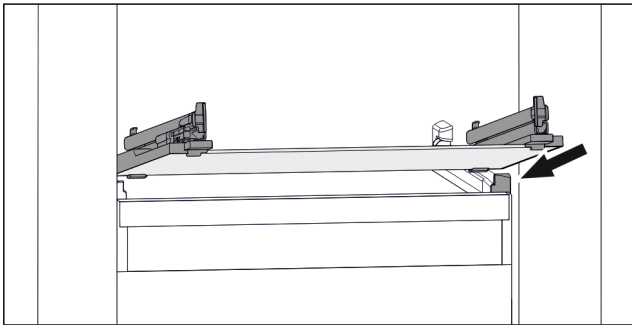

Fig. 122 Cam plakanın örnek gösterimi
- Cam plakayı durdurucuların çapraz arkasına yerleştirin. (bkz. Fig. 122)